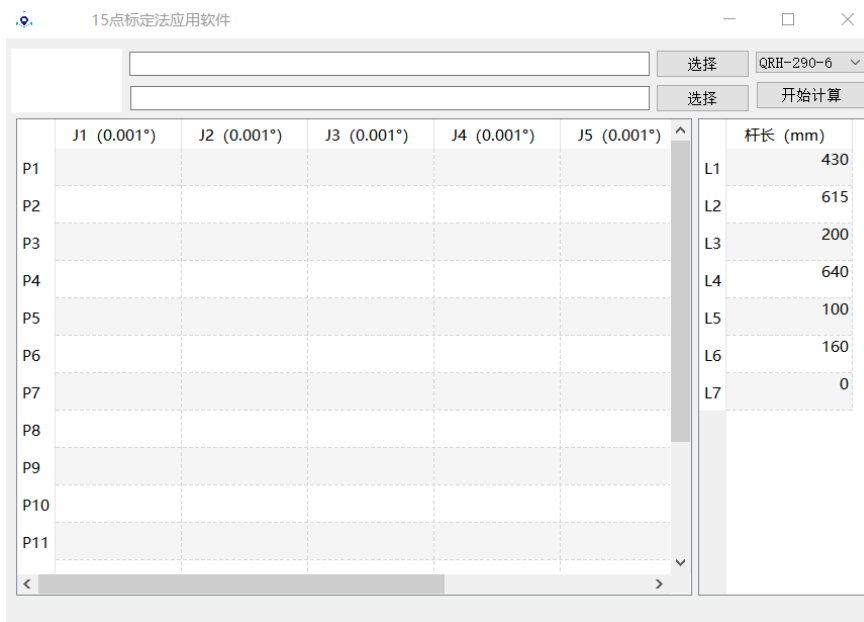
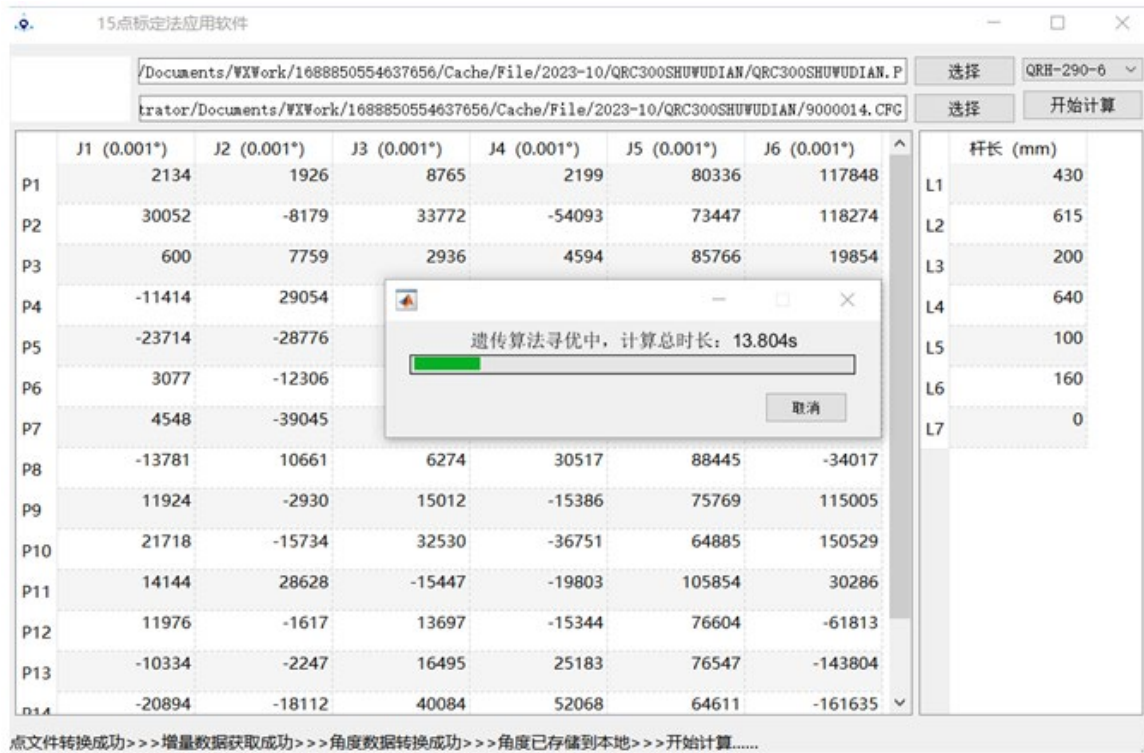

图 6-16 标定应用软件界面
图 6-17 导入点位信息后程序开始计算
5. 从主界面中点击下拉选择需要校准回零的的机型，进入“标定应用”界面，如图 6-16 所示，下拉 P 文件选择按钮，选择从示教器导出的校准点位置文件，点击“开始计算”，如图 6-17 所示；